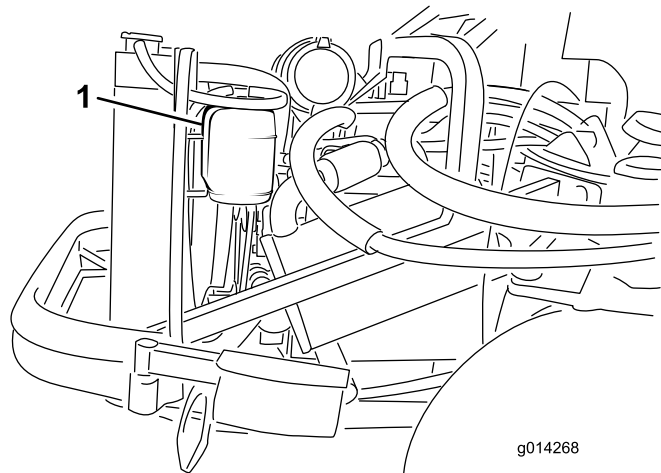

Figure 44
1. Vérifiez le niveau du liquide de refroidissement dans le vase d'expansion (Figure 44). Il doit se situer entre les repères qui figurent sur le côté du réservoir.